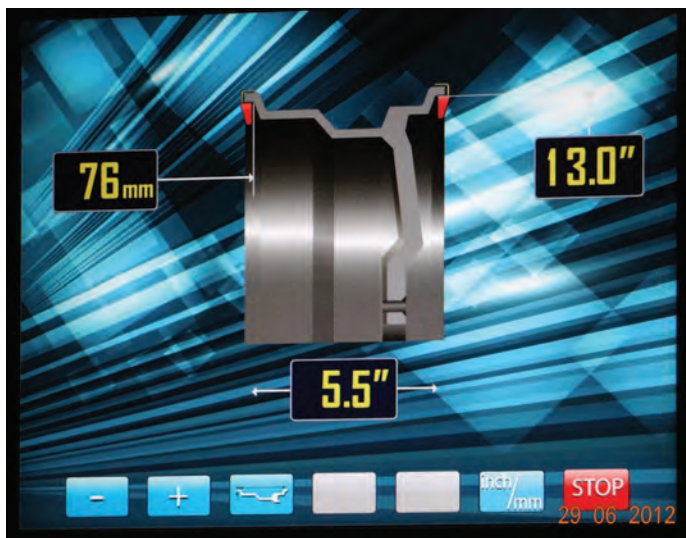

рис.10.2.
При включении питания СБ автоматически устанавливаются исходные параметры " d " и " b ", записанные в памяти СБ, которые можно проконтролировать нажимая кнопку A, d, b кнопка 3 на рис.10.2.
В этом режиме функционируют кнопки "-" и "+" для ввода ширины обода, а также для коррекции диаметра обода и дистанции от корпуса СБ до колеса, если требуется их ручная коррекция. Переключение кнопок "-" и "+" для коррекции диаметра и дистанции осуществляется кнопкой A,d,b (кнопка 3 рис. 10.2), при этом корректируемая величина выделяется красным цветом, кроме того кнопка A,d,b позволяет перейти к экрану ввода геометрических параметров из экрана основного рабочего режима.
11.2.1. Введите геометрические параметры колеса как описано в п. 10.2 или 10.4. На экран ввода геометрических параметров отображается стандартная балансировка грузами на пружинках рис.10.2 или 10.4..